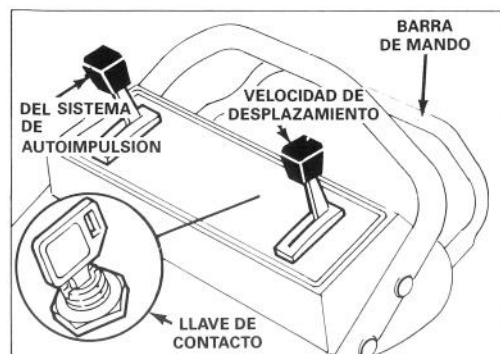

Figura 10
1. **CONTROLES** - La llave de contacto (en los modelos de arranque con llave), el acelerador, el control de velocidad y la barra de mando del sistema de autoimpulsión se encuentran situados en la parte superior de la manija (Figura 10). El arranque de resorte a mano se encuentra en la parte superior del motor.
2. Empujar el cable de alta tensión contra la bujía y en los modelos autoimpulsados mover el control de velocidad de desplazamiento a la posición "N" (Figura 10).
4. **ARRANQUE ELECTRICO** - Mover el acelerador a la posición **ESTRANGULADOR DE AIRE** (Figura 10). Girar la llave hasta la posición **ARRANQUE** y soltarla cuando se ponga en marcha el motor. Regular el acelerador a voluntad.
**Nota:** Si la batería está descargada, el motor se puede poner en marcha con el arranque de resorte (Figura 10).